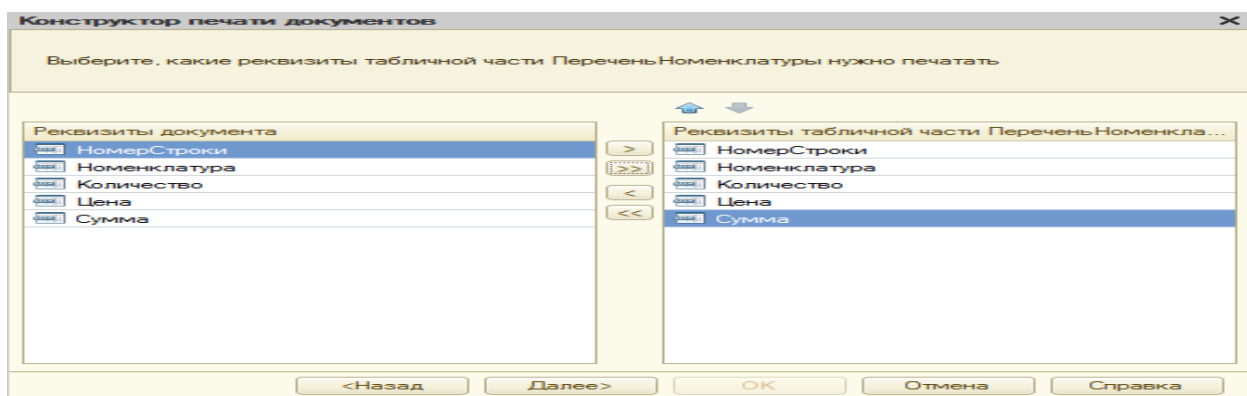

Рис. 66
- на третьем шаге точно также укажите, что все реквизиты табличной части документа, должны отображаться в печатной форме (рис. 66);